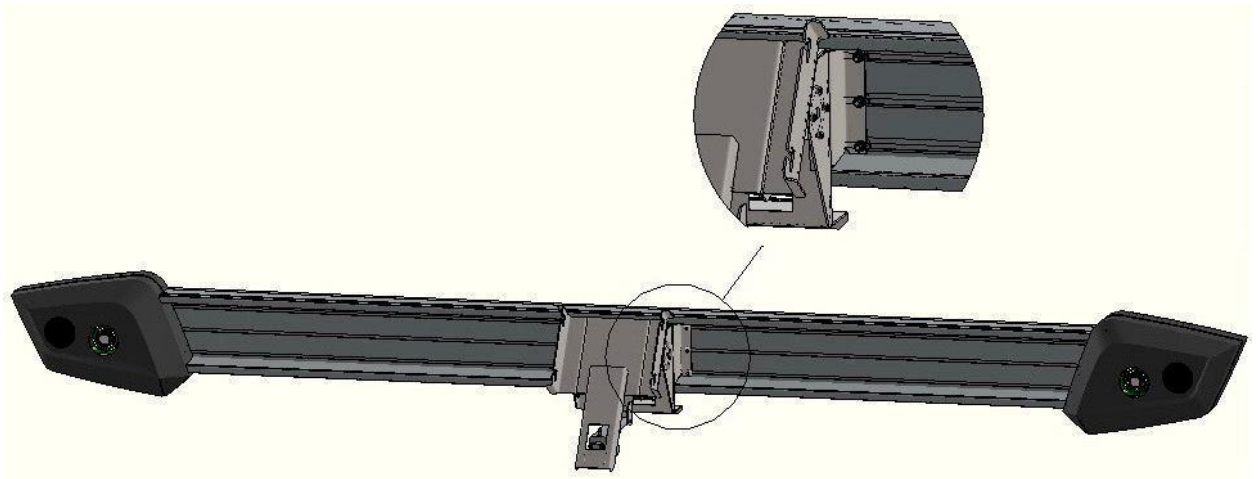

Рис. 4. Установка привода наклона на балку.
7. Далее необходимо установить по центру балки привода наклона, смотрите на рис.4. При этом провода ведите в специальные отверстия на кронштейне (рис.4а).
Рис. 4а. Отверстия в кронштейне переключателя.
Затем провода, которые выходят из переключателя (рис. 4б), нужно пропустить через технологическое отверстие кронштейна 1 (рис. 4а).
Следующий шаг: через отверстие 2 кронштейна (рис. 4а) проводим кабель заземления (1), кабель управления электрическим приводом наклона (3), кабели питания модулей камер (6,7).
10. Подключаем hub. Через отверстие 3 кронштейна (рис. 4а) проводим кабель питания хаба (2), патч-корды левой и правой камеры (4,5) (рис. 4б), дополнительный патч-корд, который соединяет хаб с центральным компьютером. Компьютер можно предварительно провести через отверстие 2 кронштейна (рис. 4а). Ниже на рисунках представлено подключение хаба и его фиксация на кронштейн.
К разъему 2 необходимо подсоединить кабель управления приводом (№ 3 на рис. 4б).
К разъему 3 нужно подключить кабель питания платы управления электрическим приводом (с одной стороны HU5, с другой - DB9, он похож на кабель питания модуля камер № 6,7 на рис. 4б).